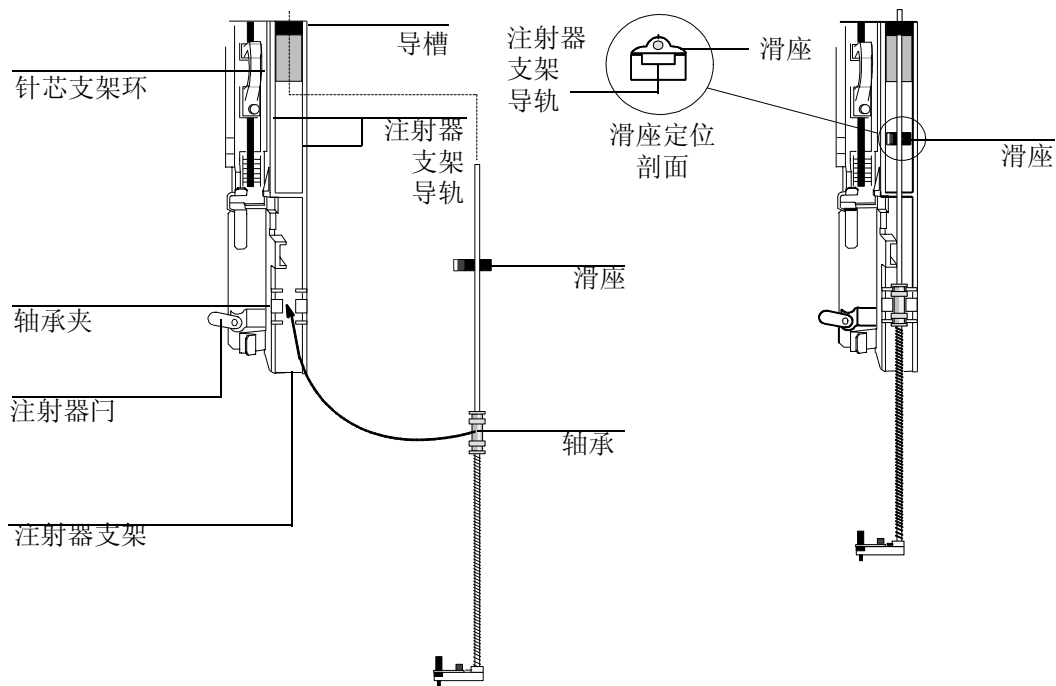

图 14 安装针头支架组件 (所示为 250/320 μm)
7. 转动针头支架组件使滑座在注射器支架导轨中上下滑动，如图 14 所示。